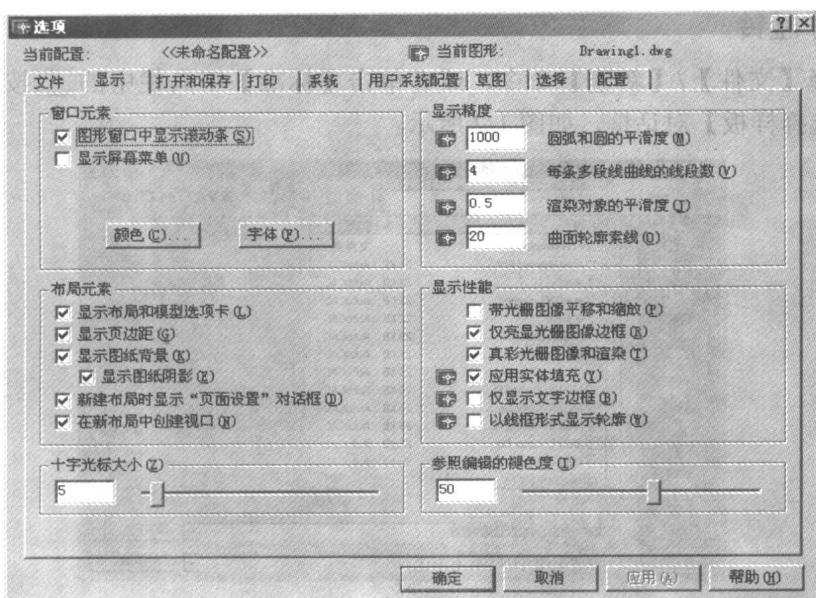

图1-4 【显示】选项卡
3. 选择【工具】/【选项】命令，打开【选项】对话框，单击【显示】选项卡，如图 1-4 所示。